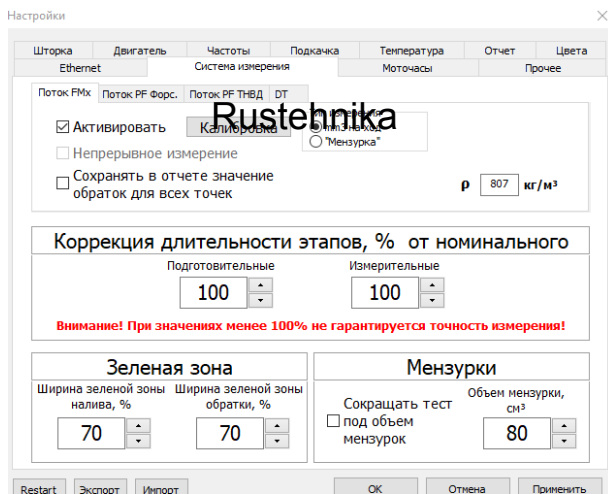

Рисунок 3.6 – Подключение блока FM-2
5. При подключении блока FM необходимо выставить параметры аналогичные рис.3.6